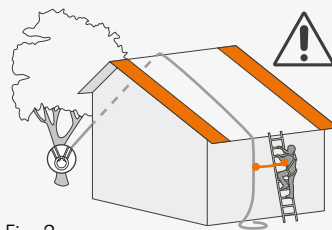

Fig. 2
- **con linea vita assente**, creando dei punti di ancoraggio per raggiungere la linea di colmo (es. uso di un ancoraggio naturale, Fig. 2);